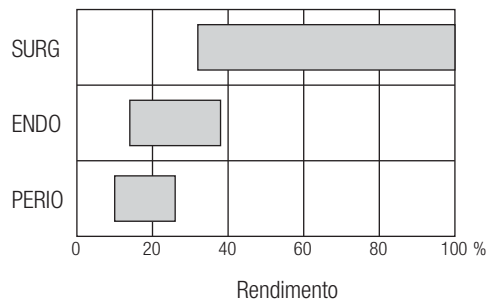

Fig.24
* Veja na Fig. 24 uma comparação dos rendimentos de modos diferentes.